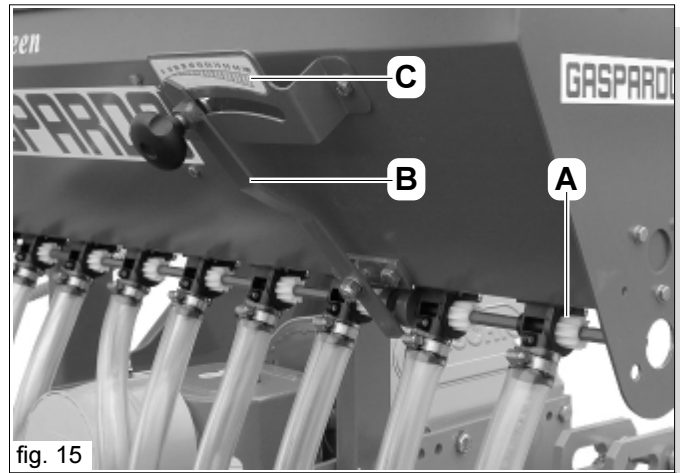

fig. 15
Die Streuwalzen (A Abb. 15) bewegen sich auf einer Längsachse innerhalb der Schnecke und der Hebel (B) ermöglicht eine Veränderung des Befüllungsvolumens einer jeden Walze. Die Hebel sind auf einer Messlatte einstellbar, um einen Austrag des Saatgutes zwischen 2 und 360 kg/ha einzustellen. Das von den Streuwalzen erfasste Saatgut wird in den Saatleitungsrohren zum Saatgutaustragbalken befördert (10 Abb. 3).
- Position des Öffnungshebels der Streuwalzen (0-100) auf der Messlatte (C Abb. 15).
Schadengefahr auf den Streuwalzen: Die Hebelstellung (B Abb. 15) darf nur verändert werden, wenn die Streuwalzen in Rotationsphase sind oder der Saatgutkasten leer ist.